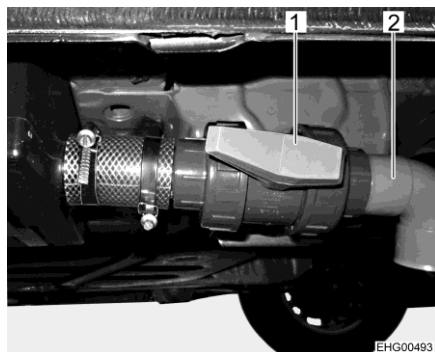

Fig. 61 Llave de desagüe para depósito de aguas residuales
- Abrir la llave de desagüe. Para ello, ajustar la manija de operación azul (Fig. 61,1) en posición horizontal (girar un cuarto de vuelta en sentido de las agujas del reloj). Se evacuan las aguas residuales.